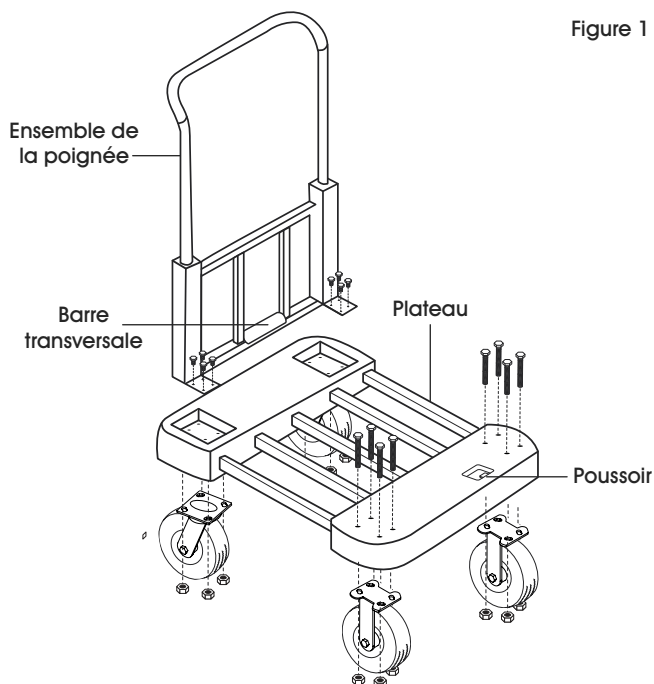

Figure 1
1. Alignez l'ensemble de la poignée avec le plateau et les roulettes pivotantes. Fixez à l'aide de boulons courts et de huit écrous. (Voir Figure 1)
2. Alignez les roulettes fixes avec le plateau. Fixez à l'aide de boulons longs et de huit écrous. (Voir Figure 1)
3. Ajustez le plateau à la longueur voulue à l'aide du poussoir situé sur le dessus du plateau. (Voir Figure 1)
4. Repliez la poignée en appuyant sur la barre transversale au centre de l'ensemble de la poignée et en la poussant vers l'avant. (Voir Figure 1)